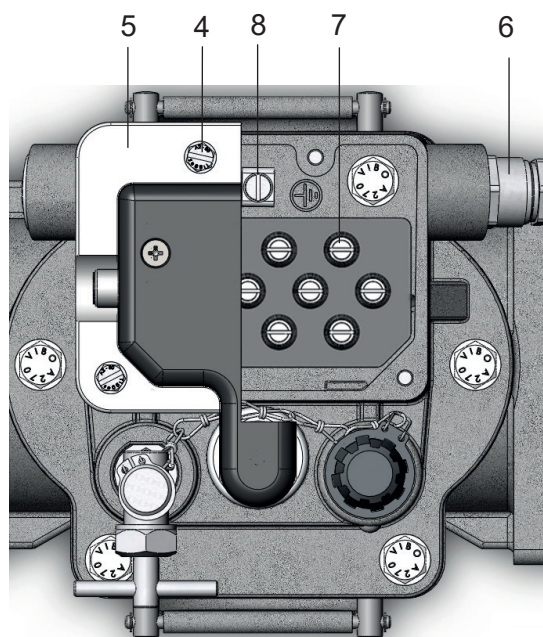

Рис. 7 - Электрическое соединение для более чем 8 вводов
- максимальный момент затяжки 1,5 Нм для более чем 8 вводов (рис. 7)